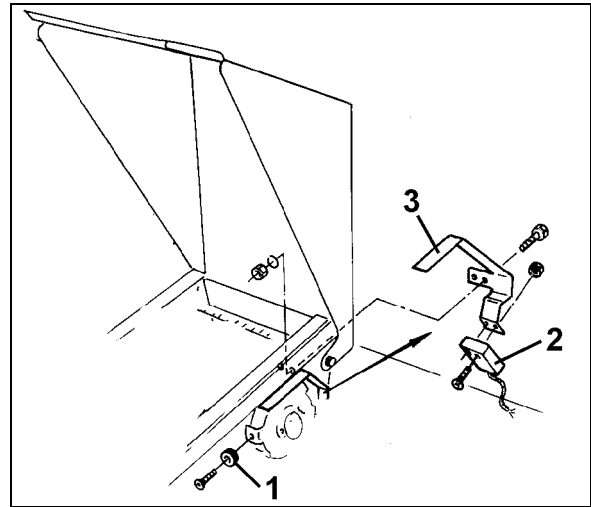

Fig. 11
Fijar el sensor y el imán de la ED (Fig. 11) en la entrada del mecanismo ajustable de la rueda dentada:
1. Atornillar el imán (Fig. 11/1) en el soporte de impulsos del árbol de entrada del engranaje con el tornillo autorroscante M4 x 10.
2. Para fijar el sensor, desatornillar el soporte de impulsos del sensor (Fig. 11/3) y, a continuación, volver a atornillarlo.
3. Atornillar el sensor (Fig. 11/2) en el soporte de impulsos (Fig. 11/3).